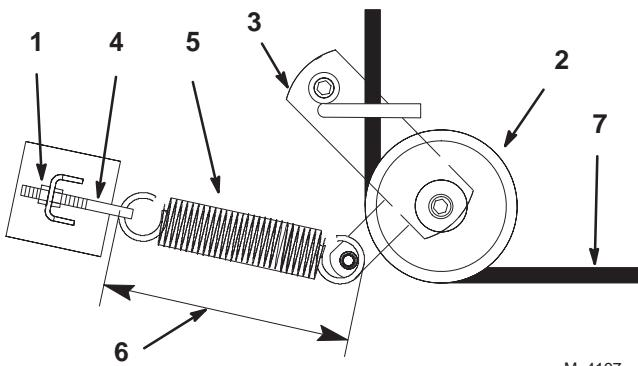

Figure 56
3. Desserrez l'écrou extérieur sur le boulon à œil du ressort (Fig. 56).
5. Déposez la poulie de tension rappelée par ressort (Fig. 56).
6. Faites passer la courroie neuve dans le bras de renvoi (Fig. 56).
8. Resserrez l'écrou extérieur sur le boulon à œil du ressort (Fig. 56).
Remarque : Vérifiez la longueur du ressort. Il doit mesurer 238 mm ± 3 mm (9-3/8 pouces ± 1/8 pouce) une fois en place. Procédez à un réglage si la longueur n'est pas correcte (Fig. 56).